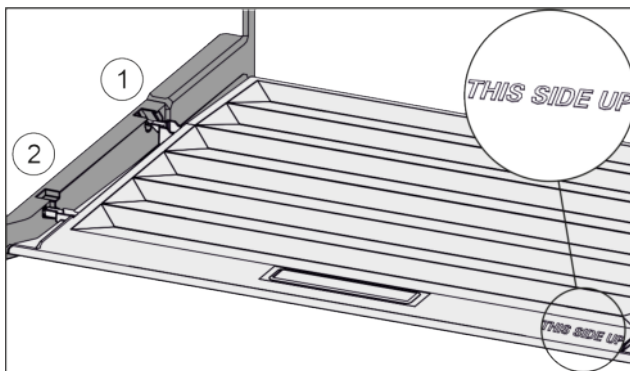

Fig. 76
- ▶ Deckelstege über Öffnung der hinteren Halterung Fig. 76 (1) einföhren und vorne in Halterung Fig. 76 (2) einrasten.